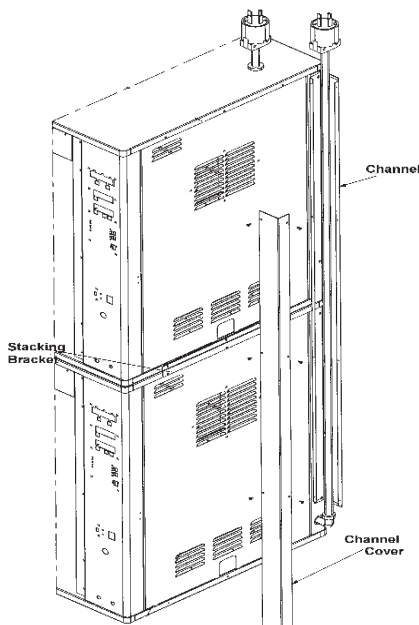

Figura 2-2
10. Instale un lado de la canal con los tornillos que se sacaron en el paso 9. Vea la Figura 2-2.
11. Coloque el cable eléctrico en la canal e instale la cubierta que se quitó anteriormente. Vea la Figura 2-2.